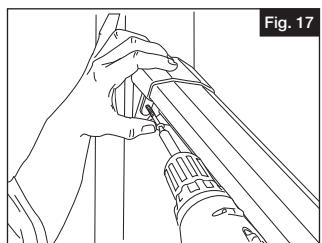

Fig. 17
Fixer la traverse supérieure en place en enfonçant les vis de montage pour traverse supérieure fournies (J) dans les deux côtés de chaque support au niveau des poteaux du haut et du bas (Fig. 17).